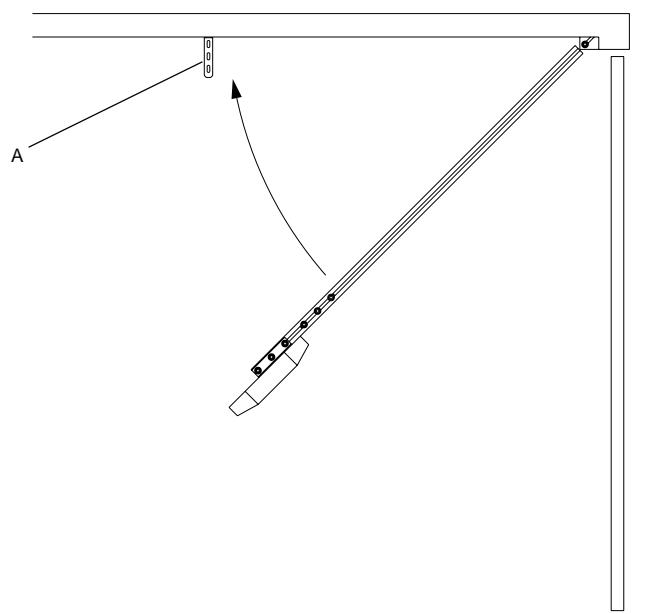

Fig.11
4.2 Fissare le staffe di sospensione A al soffitto ed appendere infine l'apriporta secondo fig. 11.
4.2 Fix the suspension flasks A to the ceiling and hang the door opener as per fig. 11.
4.2 Die Aufhängbügel A an der Decke befestigen und den Türöffner gemäß Bild 11 anhängen.
4.2 Fixer les pattes de suspension A au plafond et suspendre enfin l'ouvre porte selon la fig. 11.
4.2 Fijar la pletina de suspensión A al techo y colgar finalmente el abrepuerta según la fig. 11.